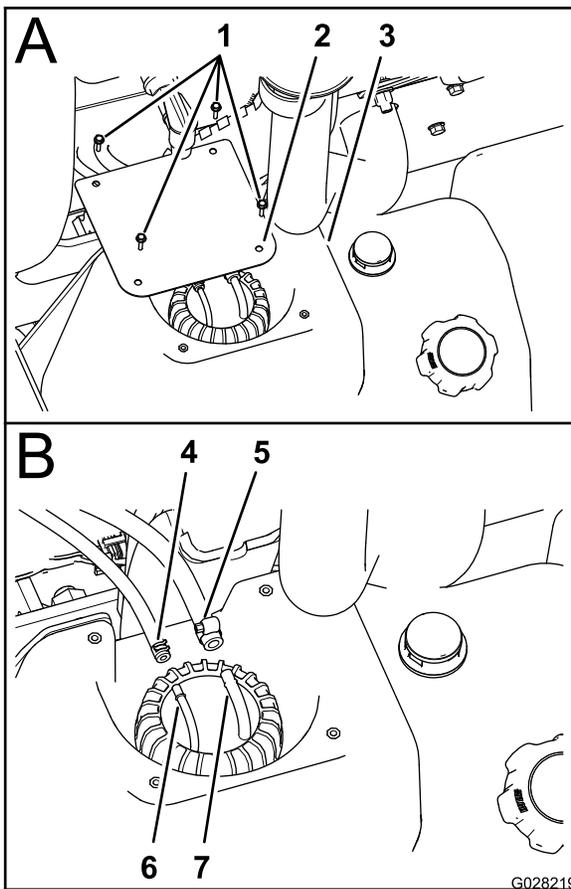

Figure 57
2. Sur le réservoir de carburant, retirez les 4 vis (n°10 x 3/4") qui fixent le couvercle au sommet du réservoir et déposez le couvercle (Figure 57).
3. Desserrez les colliers qui retiennent les 2 flexibles de carburant sur les 2 raccords au sommet du tuyau vertical (Figure 57).
4. Débranchez les 2 flexibles des raccords et vidangez le carburant dans un bidon homologué (Figure 57).
4. Branchez le flexible de carburant de 6,4 mm au raccord de 6,4 mm et fixez-le en place avec le collier (Figure 57).
5. Branchez le flexible de carburant de 8 mm au raccord de 8 mm et fixez-le en place avec le collier (Figure 57).